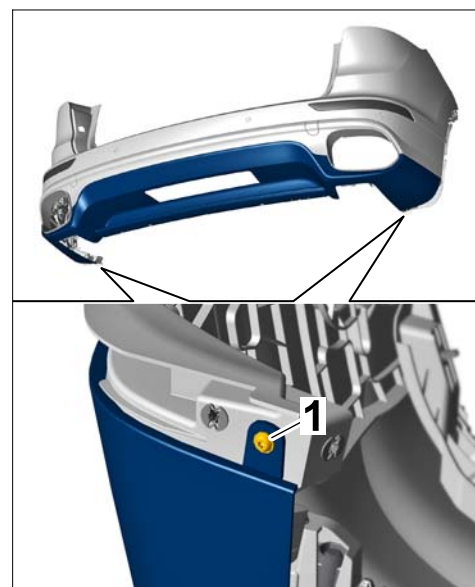

Рис. 10
- 3.8 Затянуть винты ⇒ *Рис. 10 -1-*.